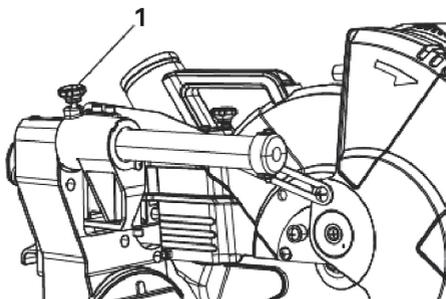

рис. 35
1. Для пиления малоразмерных заготовок сдвинуть режущий блок полностью назад и заблокировать ручку блокировки выдвигной каретки (1) (рис. 35).
2. Для пиления досок шириной до 310 мм ручка блокировки выдвигной каретки (1) должна быть разблокирована, чтобы режущий блок мог свободно перемещаться.